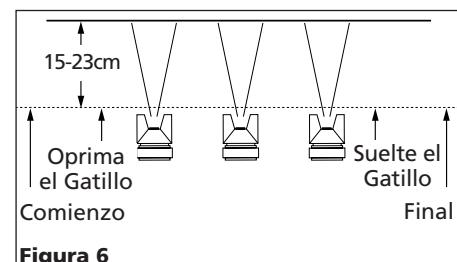

Figura 6
2. "Oprima el gatillo" adecuadamente. Comience a mover la pistola ANTES DE OPRIMIR EL GATILLO y deje de oprimirla ANTES DE PARAR DE MOVERLA. Este procedimiento le permitirá que el acabado sea parejo sin dejar rastros de donde se unen las diferentes manos de pintura (Vea la Figura 6).